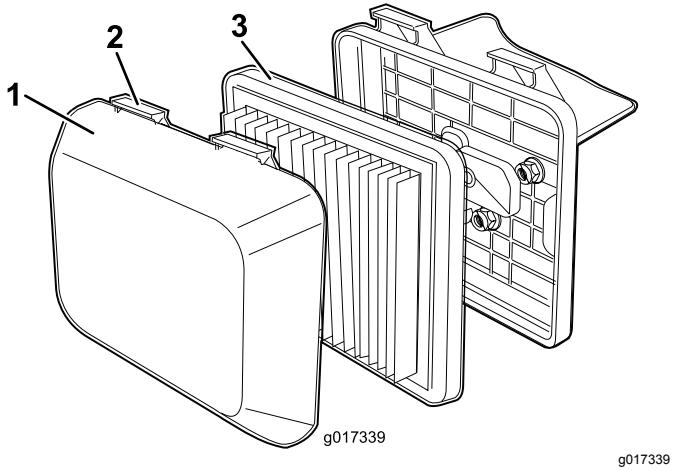

Рисунок 20
- Нажмите на язычки защелок, расположенные наверху крышки воздухоочистителя (Рисунок 20).
- Извлеките фильтр (Рисунок 20).